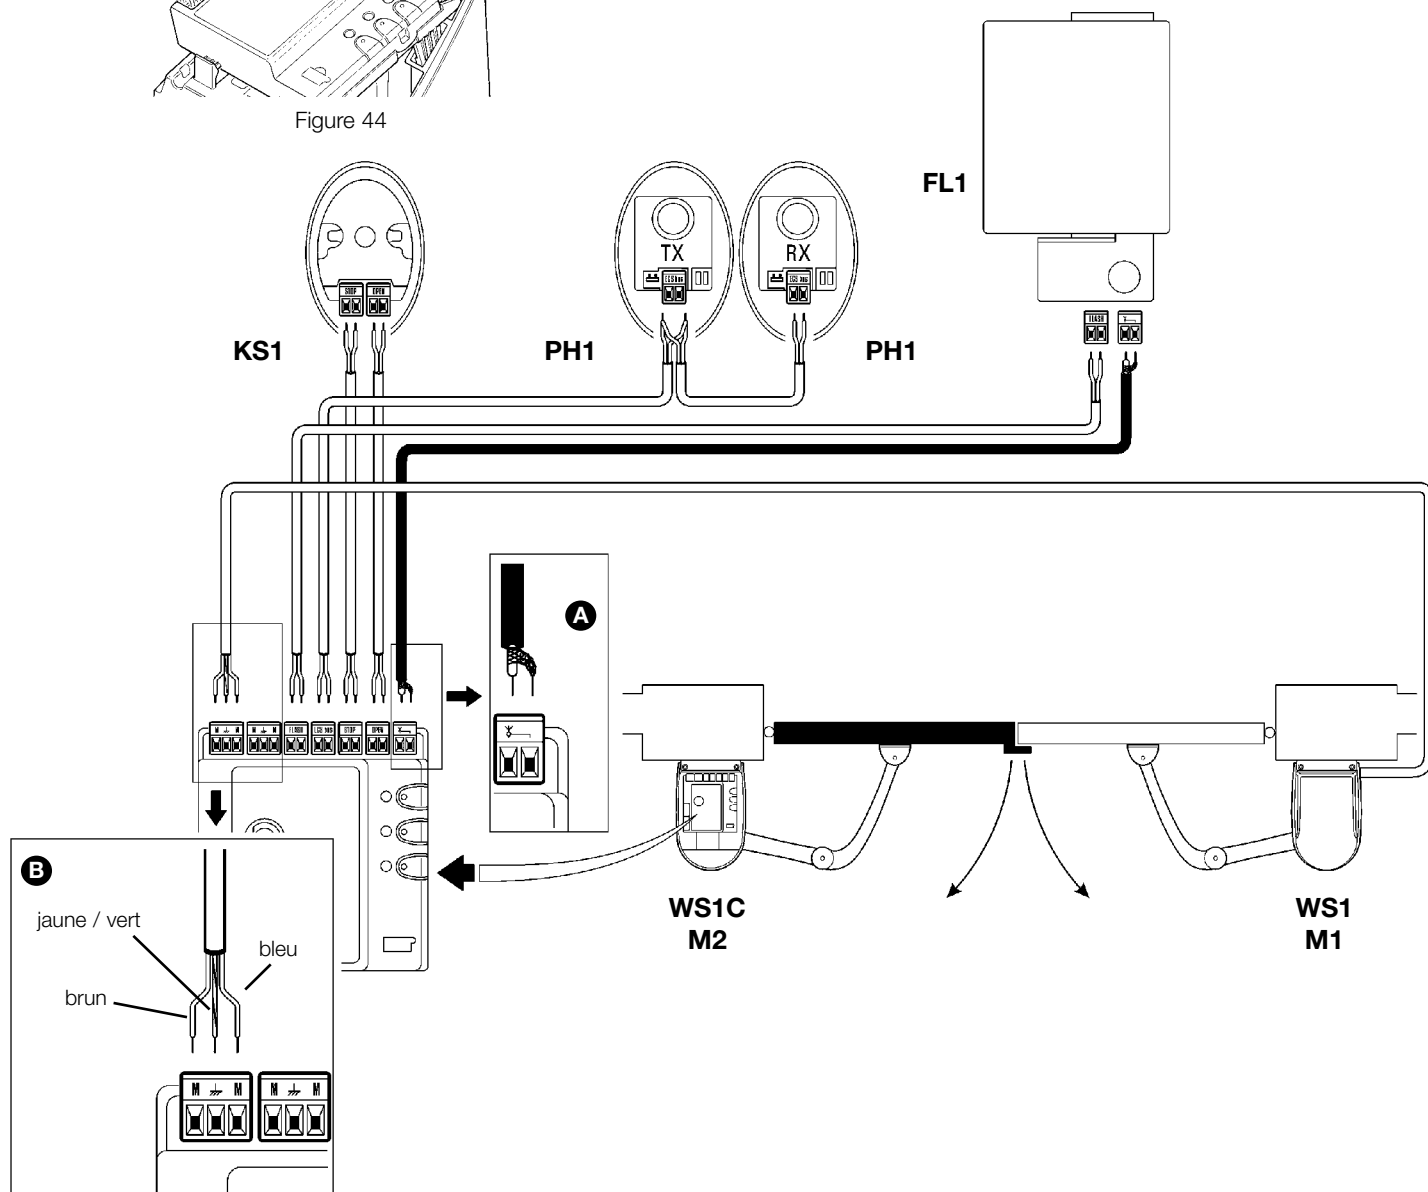

Figure 43
- 3 Se référer à la figure 43 pour effectuer la connexion électrique à très basse tension des différents dispositifs aux bornes de la logique de commande.